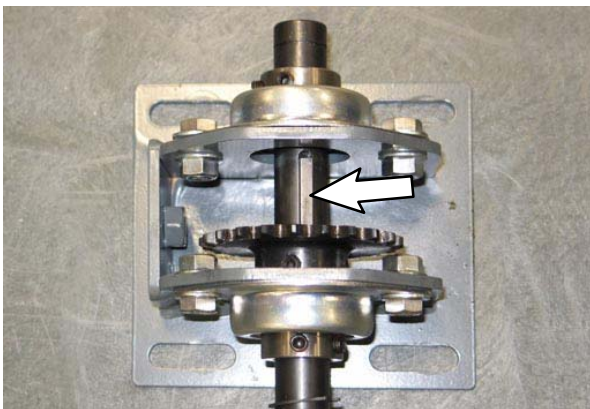

FIG. 41
3. Instale el pasador (5) en la muesca en el eje de dirección (1). (Fig. 41)